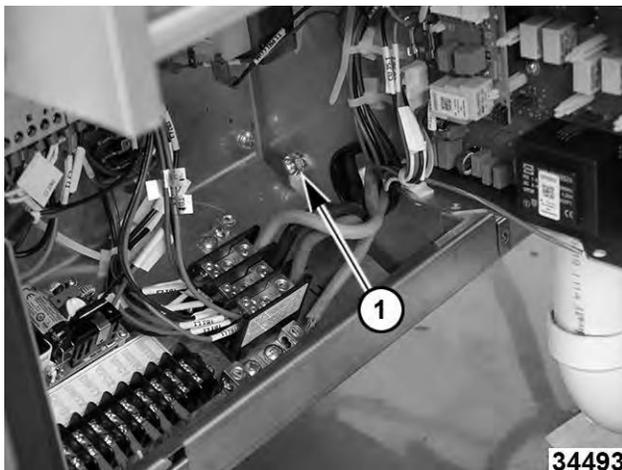

Fig. 93
11. Retire la tuerca de montaje del condensador (1, Fig. 93) y retire el capacitor.